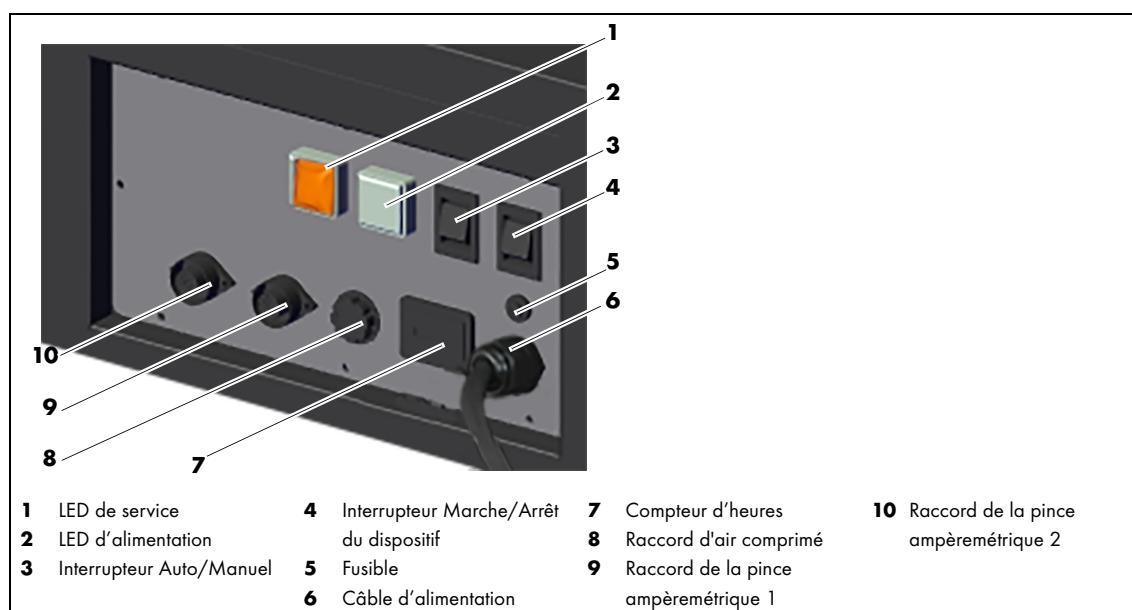

Fig. 5 Éléments de commande/raccords
⇒ Fig. 5 à la page FR-14.
⇒ Fig. 5 Éléments de commande/raccords à la page FR-14
- 1 Utilisez l'interrupteur marche / arrêt **(4)** de l'appareil pour arrêter le système d'extraction des fumées de soudage (fig. 5).
- 1** Utilisez l'interrupteur marche / arrêt **(4)** de l'appareil pour arrêter le système d'extraction des fumées de soudage (fig. 5).